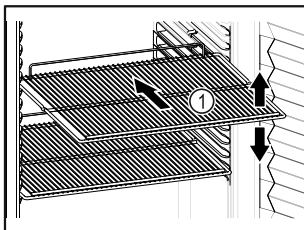

Fig. 75 Esimerkkikuva
- Sovita siirrettävät rivilätasot Fig. 75 (1) korkeuden mukaan.